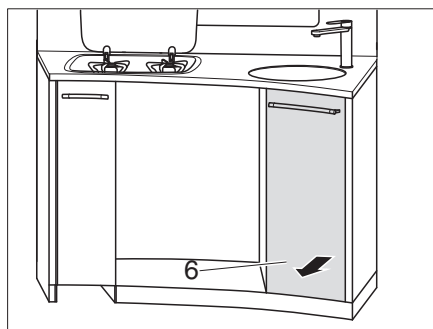

Fig. 135 Extraer el cajón superior de la cocina
- Extraer el cajón superior de la cocina (Fig. 135,6).